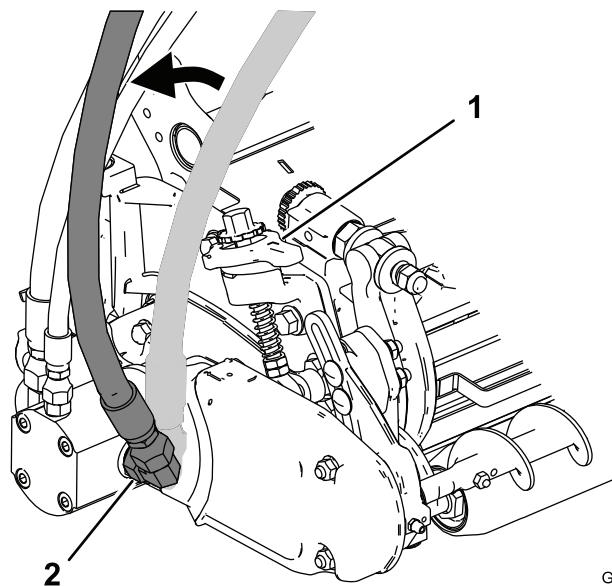

Figura 17
1. Allentate il dado sul raccordo che collega il flessibile idraulico posteriore al motore di azionamento del cilindro (Figura 17).
2. Ruotate il flessibile allontanandolo dalla macchina in modo che non ostruisca il movimento della leva rapida (Figura 17).